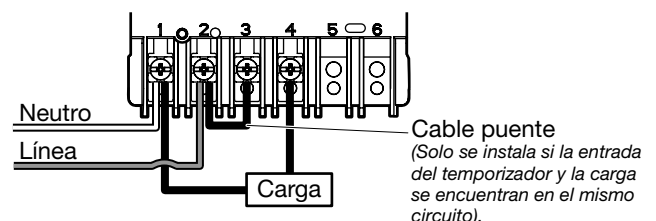

FIG. 5 Aislante de plástico y terminales de cable
3. Inserte los extremos del cable debajo de las placas de bornes correspondientes y apriete firmemente los tornillos. Consulte FIG. 5.